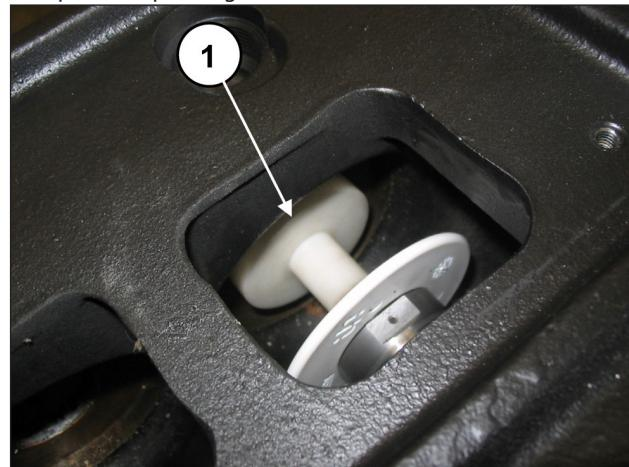

Fig. 158
Tourner manuellement l'arbre de sorte que les 3 pistons se trouvent progressivement en position de point mort supérieur puis insérer le tampon réf. 27516600 entre le guide de piston et le piston (rep. ①, Fig. 158)